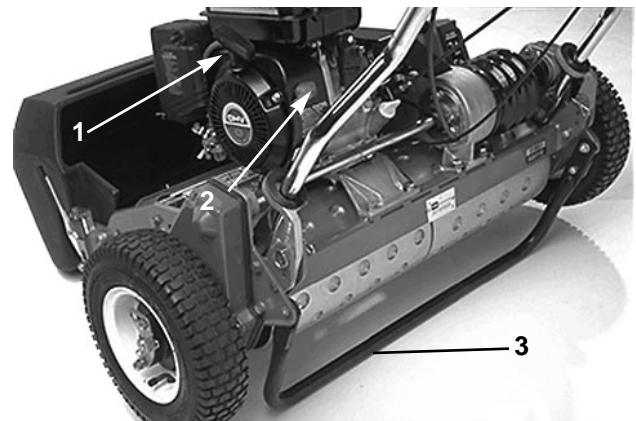

Fig. 16
**Démarrreur à lanceur** (Fig. 16)—tirer sur la poignée du démarreur pour lancer le moteur.
**Commande marche/arrêt** (Fig. 16)—située à l'arrière du moteur. Placer la commande sur ON (MARCHE) pour mettre le moteur en marche et sur OFF (ARRET) pour arrêter le moteur.
**Béquille** (Fig. 16)—située à l'arrière de la machine, elle permet de relever l'arrière de la machine pour la pose ou la dépose des roues de transport.